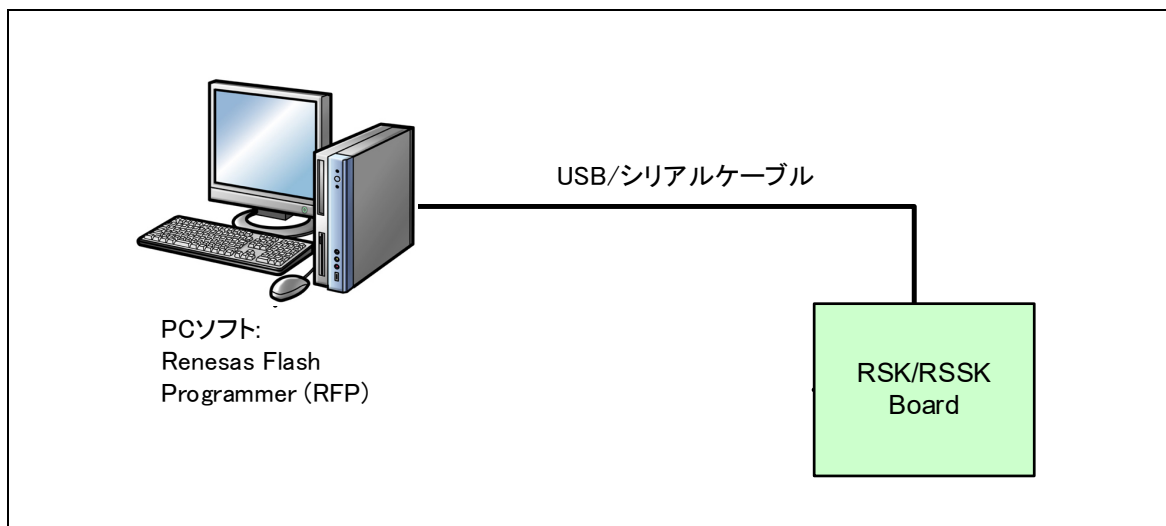

Figure 4-3 エミュレータを使用しない場合の接続図
- エミュレータを使用しない場合(Figure 4-3参照)で、ユーザブート領域へ本プログラムの書き込み行うときは、ブートモードによるROM書き込みを行ってください。USBブートモードではユーザブート領域への書き込み